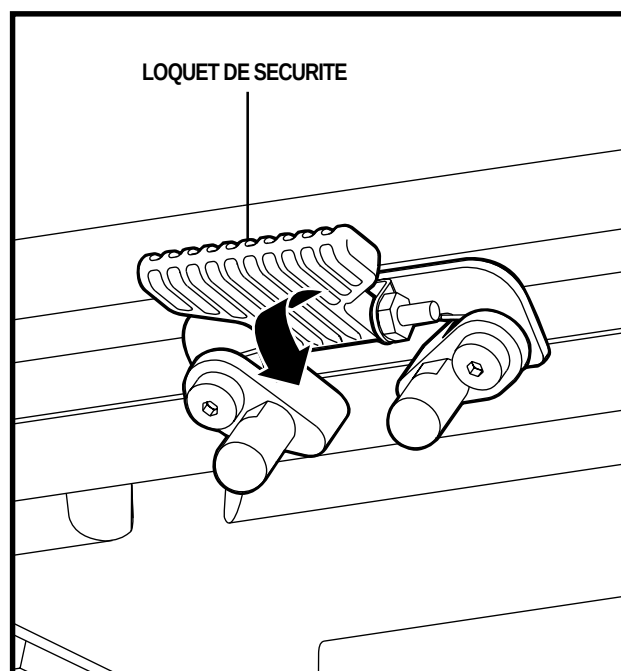

Figure 14. Loquet de sécurité
4. Faites basculer le loquet du siège vers le bas pour verrouiller le siège. Voir la figure 14.